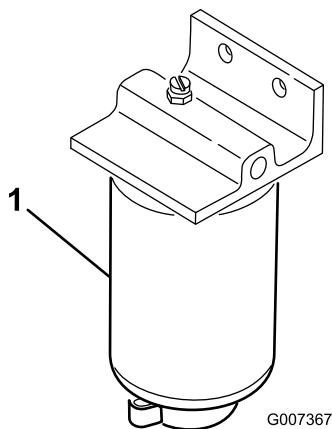

Bild 34
1. Stellen Sie einen sauberen Behälter unter den Kraftstofffilter (Bild 34).